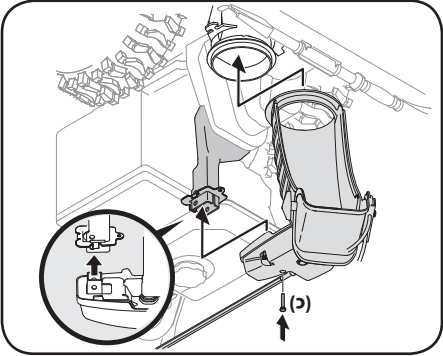

Figure 2-17
3. Placez la goulotte sur sa base avec la tige de commande de la goulotte placée sous le panneau de bord. Réinstallez le boulon hex. enlevé précédemment mais ne le fixez pas avec l'écrou à oreilles à ce temps. Voir a Figure 2-17.